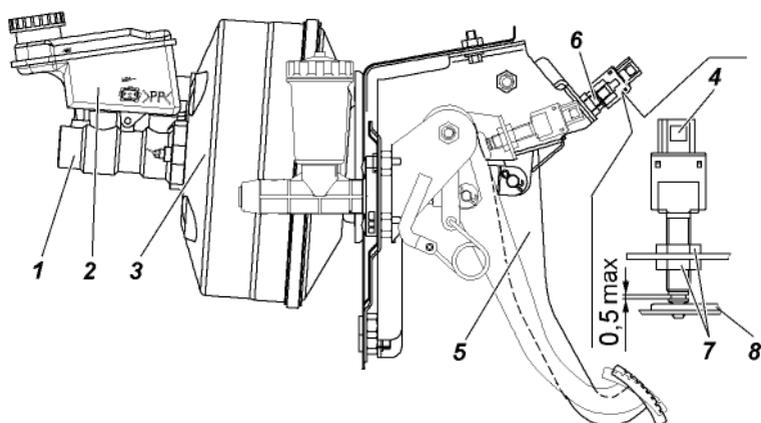

Рис. 9.25. Привод главного тормозного цилиндра:
**Свободный ход педали тормоза** при необходимости регулируйте вращением регулировочного винта 6 (рис. 9.25). Свободный ход педали должен быть 5-8 мм. После регулировки затяните гайку винта с моментом 14 - 18 Н•м (1,4 - 1,8 кгс•м).